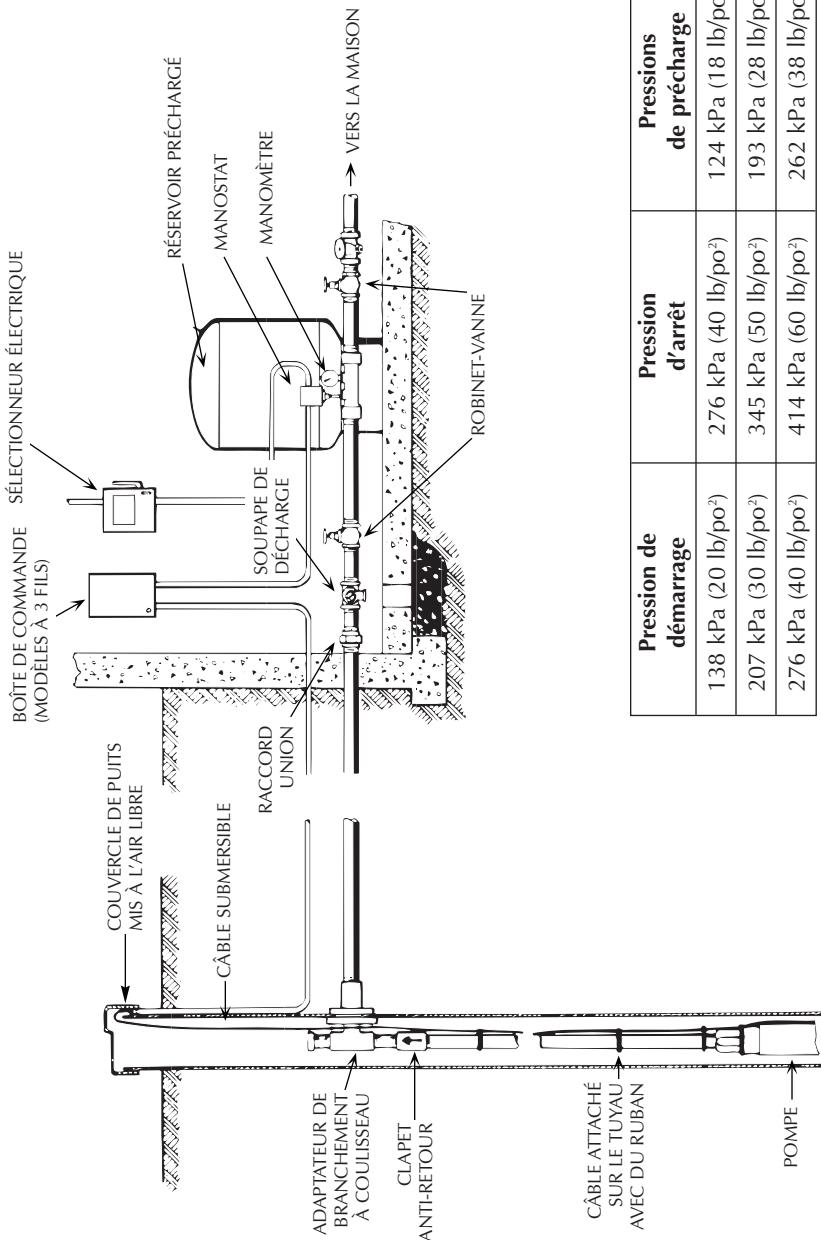

FIGURE 14 - Installation type d'une pompe submersible branchée sur un réservoir préchargé
- Déposer le robinet-vanne et procéder à l'installation permanente près du réservoir. (Se reporter aux Figures 14 et 15, pages 44 et 45.)
Se reporter à la Figure 14 de la page 44 pour le raccordement des tuyauteries sur un réservoir sous pression préchargé.